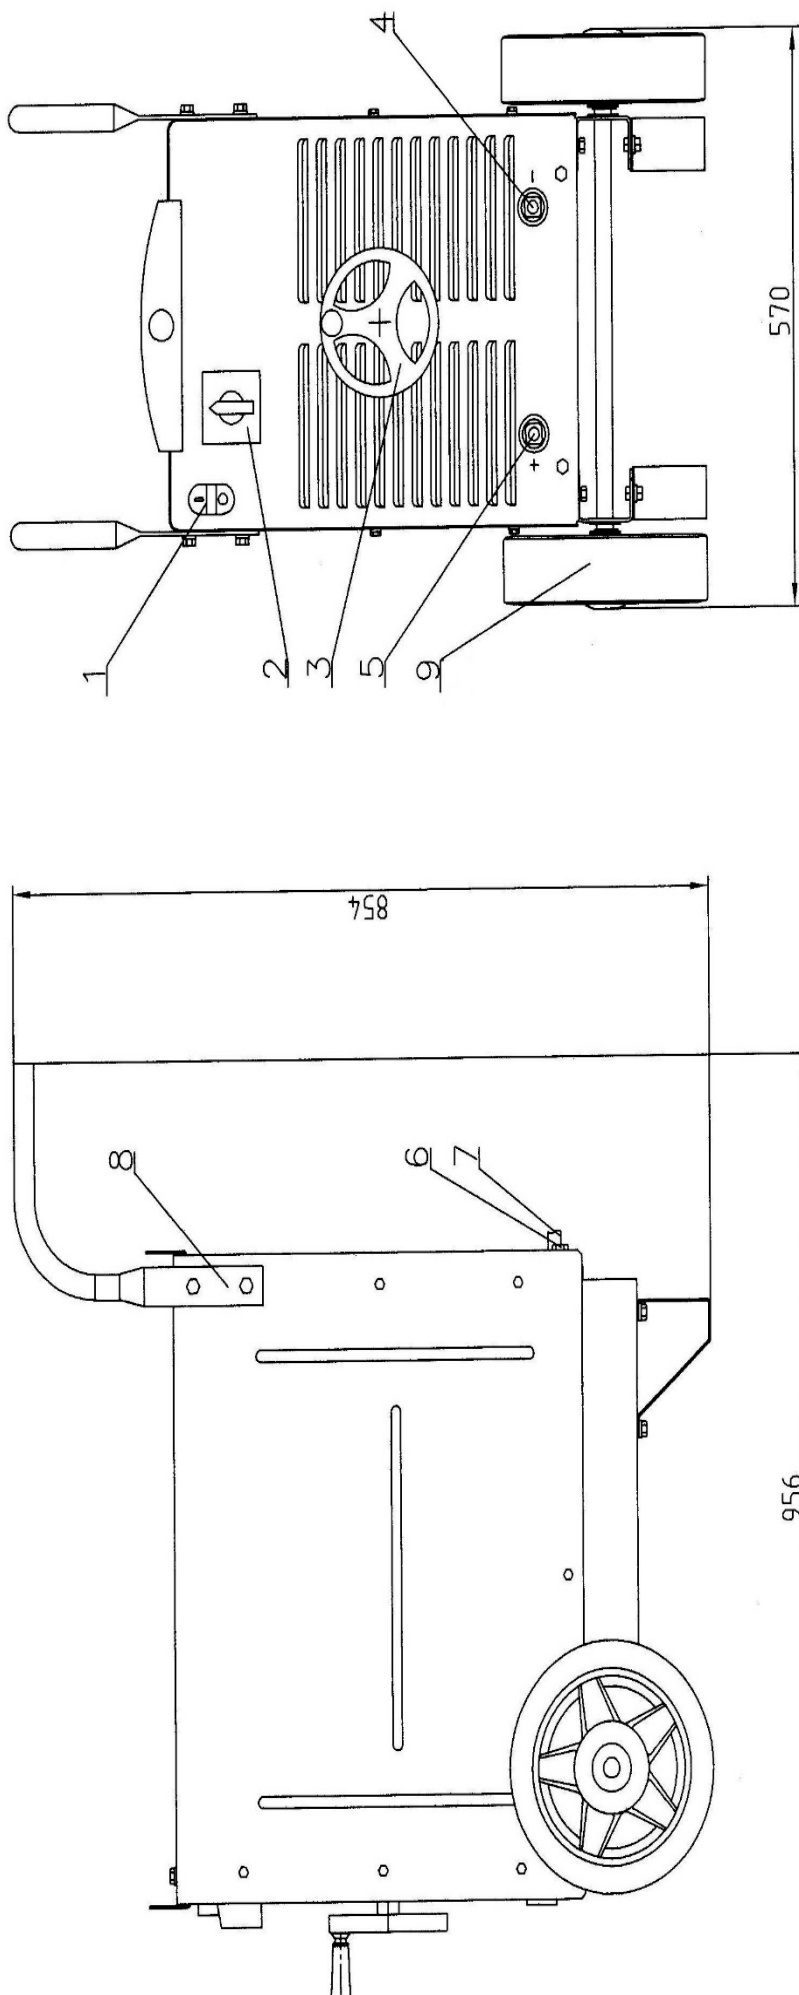

Рис.1
3.1 Внешний вид выпрямителя приведен на рис. 1. Общий вид выпрямителя. На передней стенке выпрямителя расположена кнопка «Пуск» - «Стоп» (поз.1) с интегрированной сигнальной лампой «Сеть»; переключатель диапазонов сварочного тока (поз.2), который имеет 3 положения – «0», «60-300А», «100-400А»; выходные зажимы «Плюс» (поз.5) и «МИНУС» (поз.4). В центре передней стенки находится ручка перемещения магнитного шунта (поз. 3). На задней стенке расположена бобышка заземления (поз.6) и сетевой кабель (поз.7).